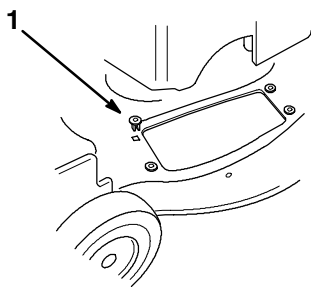

Figure 46
6. Installez les quatre rivets fournis avec le bac de ramassage dans les quatre trous carrés du carter de tondeuse (Fig. 46).